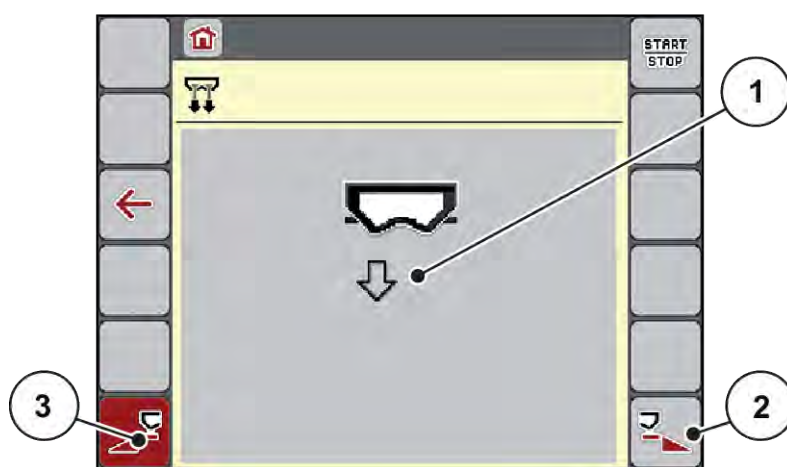

Fig. 20: Menu Vidage rapide
*L'écran affiche le tronçon souhaité avec un symbole (Fig. 20 [3]).*